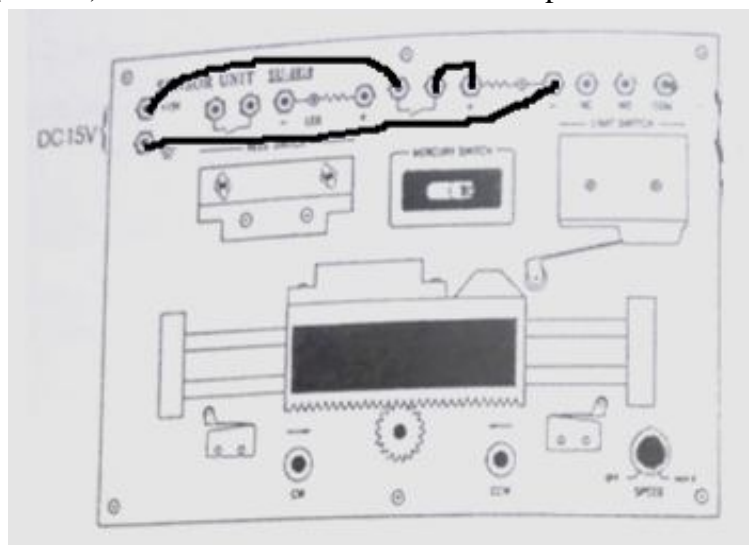

Fig.1.6 Schéma de connexion
1. Extrayez délicatement l'interrupteur à mercure de l'unité de détection. À l'aide de LED, expérimentez l'action marche/arrêt de l'interrupteur au mercure (Fig.1.6).